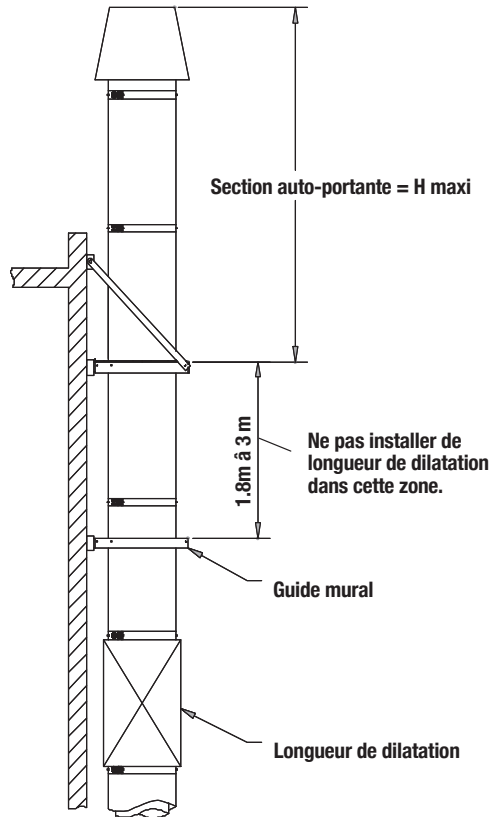

Figure 30 - Considérations spéciales pour installation à l'extérieur
4. Des considérations spéciales sont applicables lors de l'installation sur un mur extérieur. Un guide mural doit être installé à une distance de 1,8 à 3 mètres (6 et 10 pieds) en dessous du plus haut support mural afin de stabiliser la partie auto-portante de la cheminée. Ne pas installer de longueur de dilatation dans cette zone à cause des forces de flexion induites par la partie auto-portante. Voir **Figure 30** - Considérations spéciales.
1. Le guide de plancher est utilisé de la même manière que le guide mural, mais il a été modifié pour la traversée des planchers. Voir **Figure 30 - Guide de plancher**.